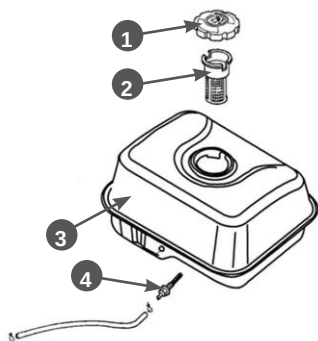
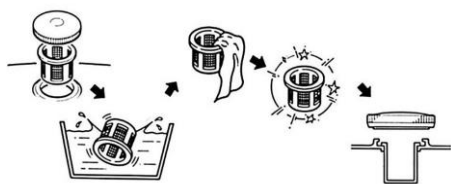

Рис. 22 Топливный бак и топливные фильтры
Рис. 23 Обслуживание сетчатого фильтра в горловине топливного бака
В топливном баке установлены два сетчатых топливных фильтра. Один фильтр устанавливается в заливной горловине топливного бака. Второй фильтр конструктивно объединен со штуцером топливного бака и установлен внутри бака (Рис. 22).
Топливный фильтр 2, установленный в горловине бака, проверяйте при каждой заправке бака топливом (Рис. 22). При необходимости вынимайте сетчатый фильтр из бака и производите его очистку (Рис. 23). Регулярно проверяйте целостность сетчатого фильтра, при обнаружении механических повреждений замените сетчатый фильтр.
временно с очисткой топливного бака необходимо проверять и очищать фильтр 4, установленный внутри бака (Рис. 22). Поврежденный или сильно загрязненный фильтр необходимо заменить. Порядок очистки топливного бака
3. Выкрутите из топливного бака выходной штуцер 4 и произведите его очистку (Рис. 22). Внимательно осмотрите сетчатый фильтр. При обнаружении механических повреждений замените штуцер топливного бака.